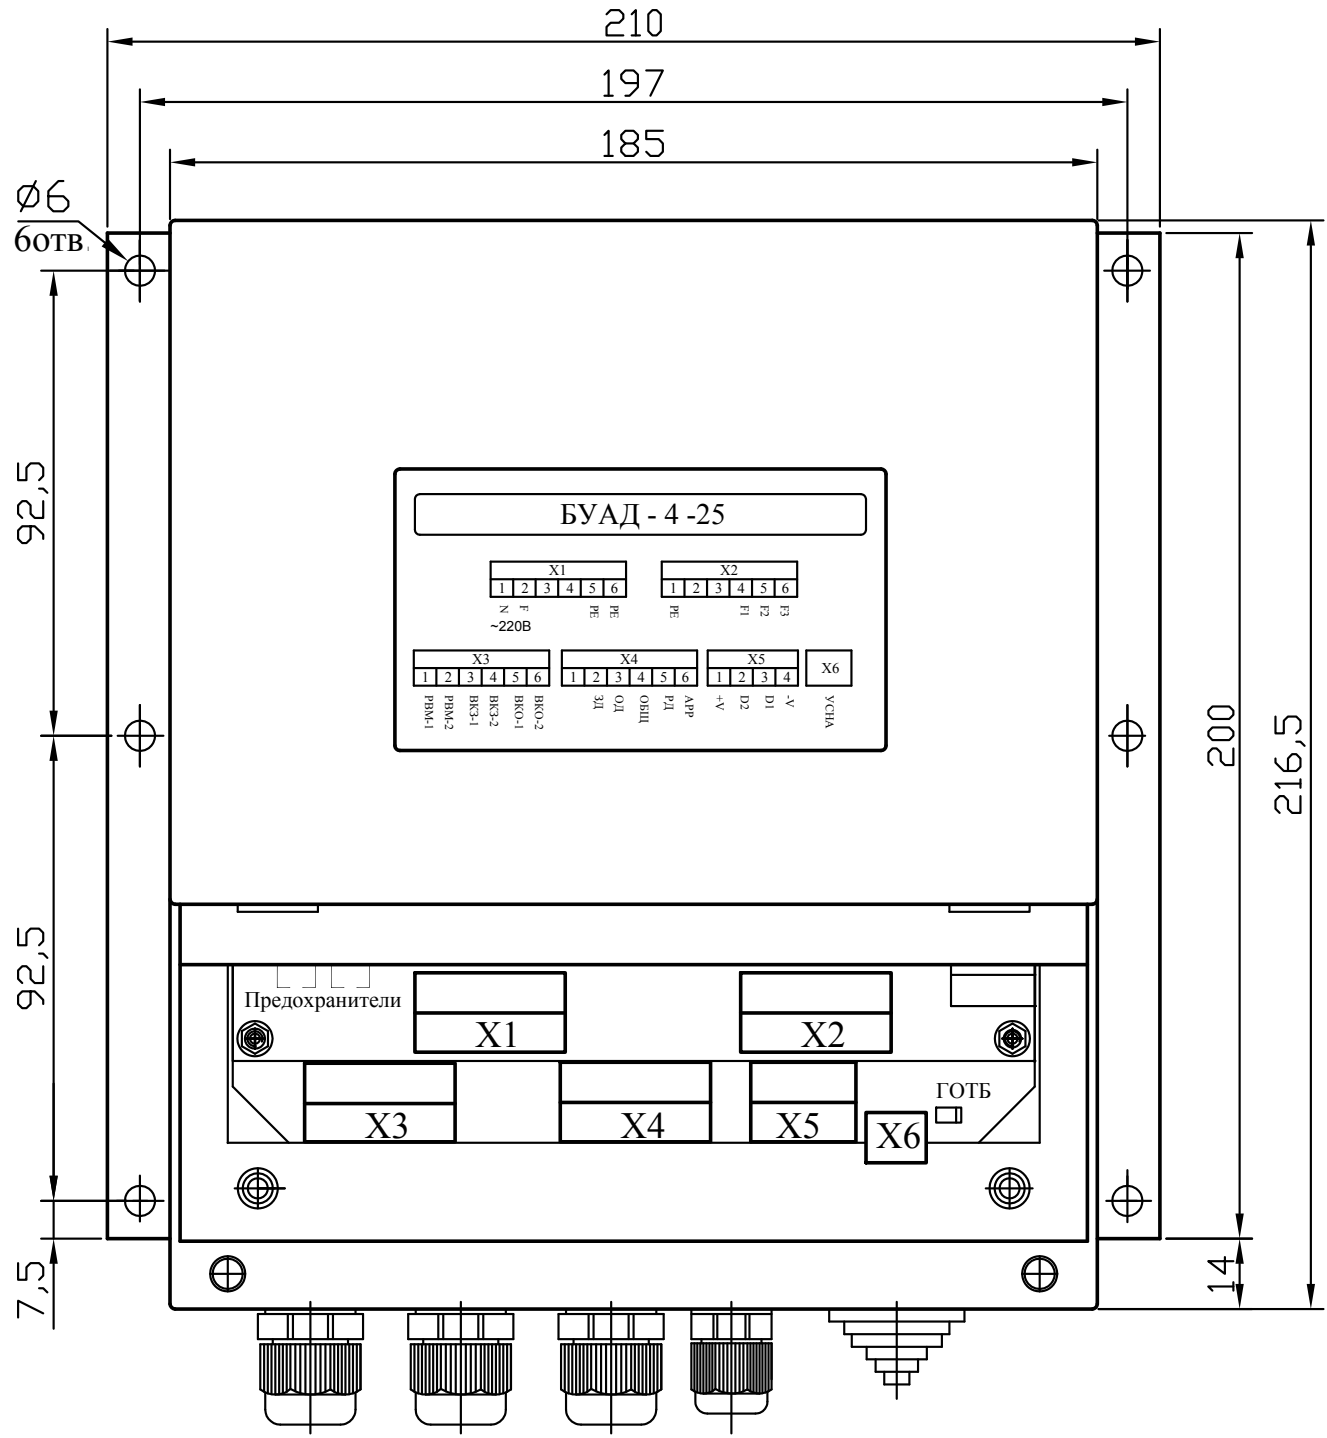

Рис.1. Габаритно-присоединительные размеры Устройства.
Габаритно-присоединительные размеры *Устройства* приведены на **рис.1**.
Узел подключения внешних коммуникаций состоит из набора кабельных выводов (**рис.1**), разъемов для подсоединения шин сетевого питания, цепей выходных напряжений для электродвигателя, цепей управления работой устройства, цепей подключения таходатчика (**рис.2, 3**), заглушки для разъема подключения устройства настройки УСНА, а также крышки, закрывающей разъемы *Устройства*.
3.5.1. С помощью светодиода ‘ГОТБ’ (готовность на плате БУАД), расположенного рядом с разъемом X6 (**рис.1**), индицируется: